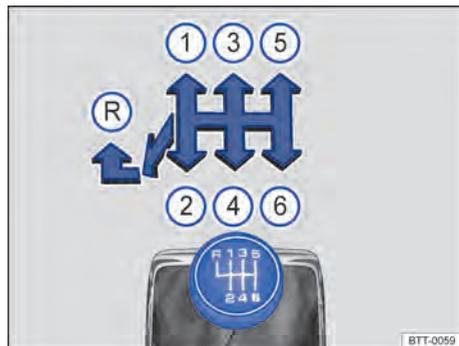

Fig. 92 Esquema de troca de marchas da transmissão manual de 6 marchas.
As posições de cada uma das marchas estão representadas na alavanca de marcha → Fig. 92.
3. Empurrar o anel na alavanca seletora para cima e bem para a esquerda e depois para frente até a posição da marcha a ré → Fig. 92 .